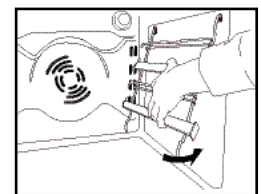

Fig. 4
4. Remplacez les grilles de support latérales dans la cavité (Fig. 4).